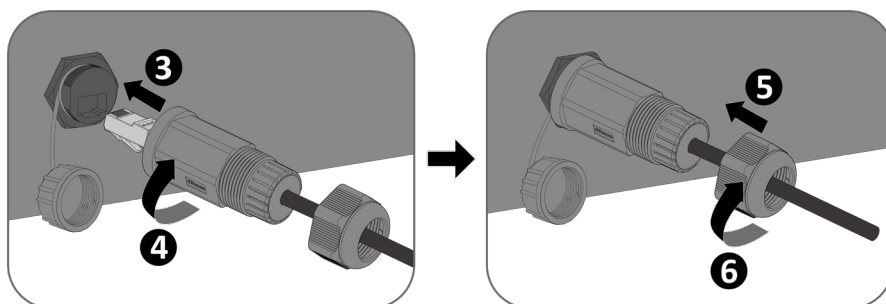

Abb. 46. Netzkabel anschließen
2. Lösen Sie die Abdeckung des Kommunikations-Ports COM4 oder COM5 (siehe Abb. 46) und stecken Sie das Netzkabel in den angeschlossenen RS485-Kommunikations-Client.